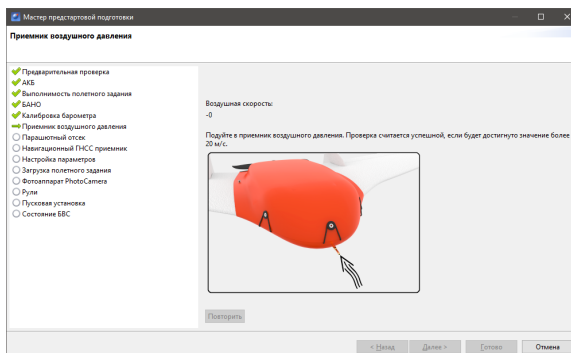

Рис. 99: Проверка приемника воздушного давления
- **Приемник воздушного давления.** На данном этапе проверяется работоспособность приемника воздушного давления (рис. 99);